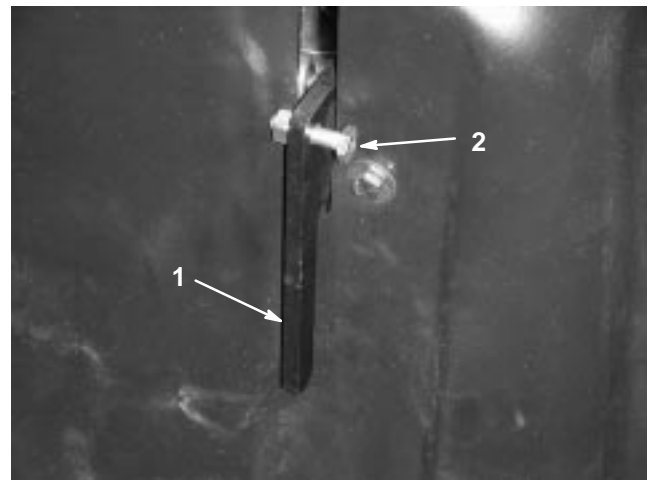

Bild 9
1. Setzen Sie eine 1/4 x 1 Zoll Kopfschraube in die Hebelklinke der Riemenabdeckung ein und befestigen Sie sie mit einer 1/4 Sicherungsmutter (Bild 8 und Bild 9).